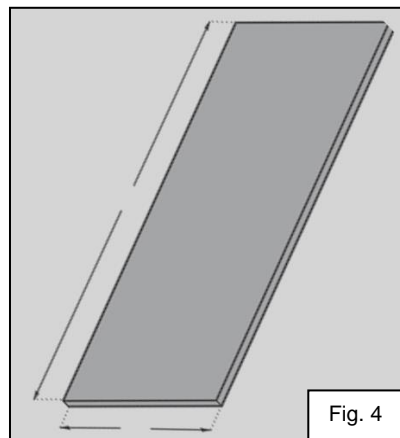

Fig. 4
6.2. Appliquez l'adhésif sur l'arrière du panneau. Veillez toujours à maintenir une distance de 1/8 po (3 mm) des bords de l'adhésif. Voir la figure 4